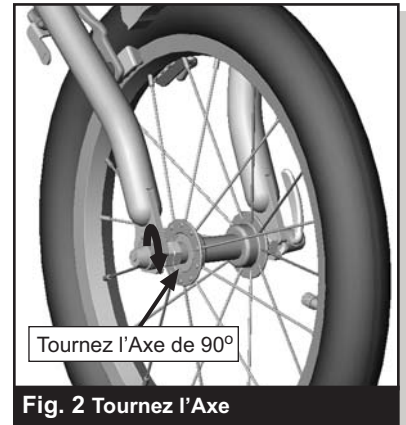

Fig. 2 Tournez l'Axe
a. Desserrez le système de dégagement rapide de la roue avant, étape 6 dans le Manuel de l'Utilisateur. Tournez l'axe de 90 degrés dans la patte, voir fig. 2, et resserrez le système de dégagement rapide.